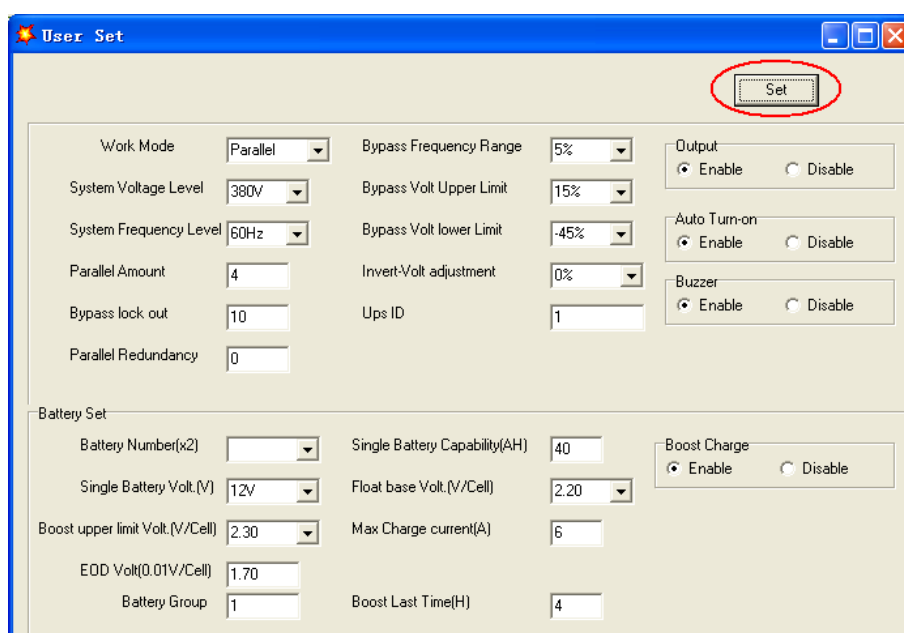

Fig. 5-12 Ventana User Set
- 3 En la ventana «User Set» (ajuste de usuario), haga clic en «Set» (ajustar) (Fig. 5-12).